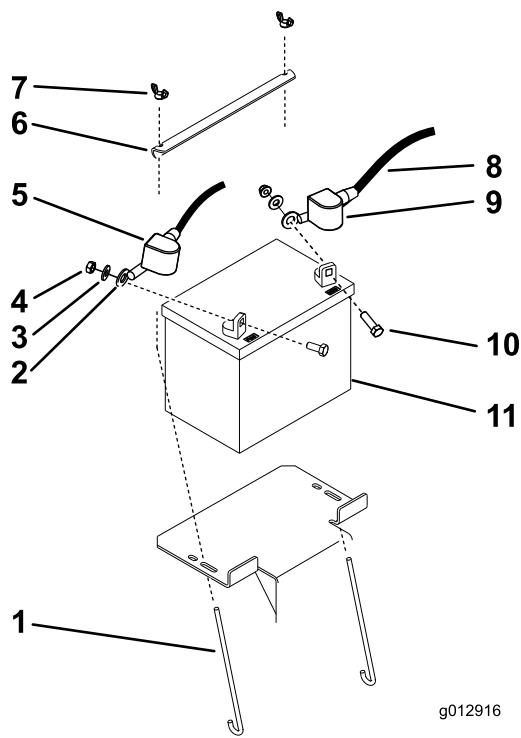

Figure 33
3. Enlevez le capuchon en caoutchouc noir qui protège le câble négatif et débranchez le câble négatif de la batterie de la borne négative (-) (Figure 33).
4. Enlevez le capuchon rouge de la borne positive (+) de la batterie et débranchez le câble positif (Figure 33).
5. Déposez la barrette de maintien de la batterie et enlevez la batterie (Figure 33).
1. Placez la batterie sur la machine (Figure 33).
2. Fixez la batterie avec la barrette de maintien, les boulons en J et les contre-écrous (Figure 33).
3. Reliez le câble positif (rouge) à la borne positive (+) de la batterie au moyen d'un écrou, d'une rondelle et d'un boulon (Figure 33).
5. Reliez ensuite le câble négatif et le câble de masse à la borne négative (-) de la batterie avec un écrou, une rondelle et un boulon (Figure 33).